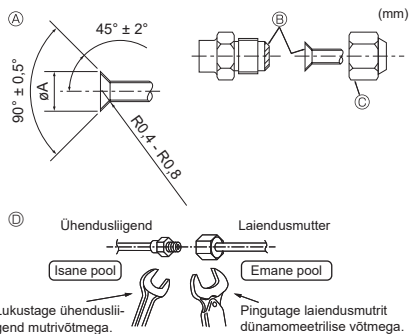

Fig. 4-1
Ⓐ (Fig. 4-1)
Ⓑ (Fig. 4-1)
4.2. Ühendustorud (Fig. 4-1)